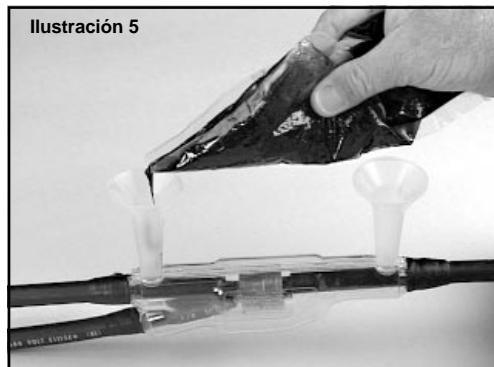

Ilustración 5
- 6.1 Coloque el empalme en posición nivelada. Mezcle la resina completamente siguiendo las instrucciones del paquete. Vierta la resina inmediatamente después de mezclar. Llene el molde a través de un tubo hasta que los dos tubos estén completamente llenos. (Vea la Ilustración 5.)